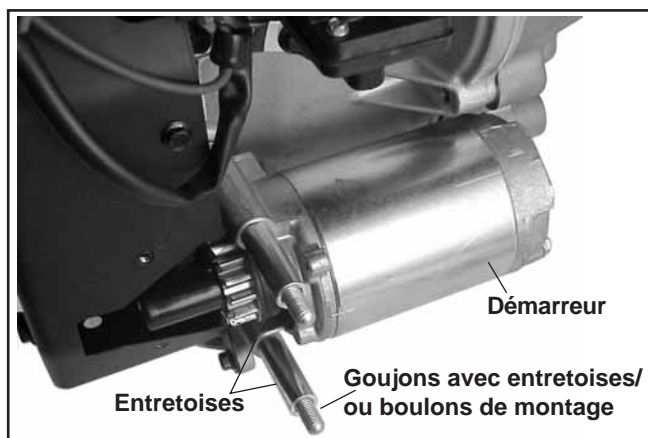

Figure 11-47. Installation du démarreur électrique.
2. Installer le démarreur avec l'entretoise et le câble de terre (s'il y en a un) sur les goujons ou installer le démarreur à l'aide des boulons de montage comme sur l'installation d'origine. Voir la figure 11-47.